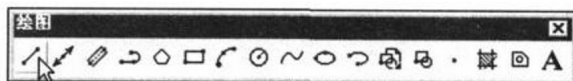

图 2-9 单击“绘图”工具栏中的“直线”按钮
(15) 在“对象特性”工具栏中的“图层控制”下拉列表框中选择“中心线”图层为当前绘图层。
(16) 单击“绘图”工具栏中的“直线”按钮 ，如图 2-9 所示，命令行提示如下：